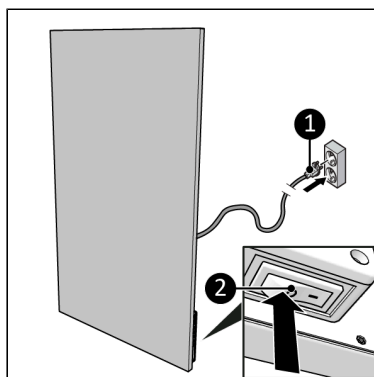

Figure 117.
2. Säkerställ att PÅ/AV-knappen befinner sig i Avstängt läge (Figure 117, pos. 2).
3. Sätt i elkontakten (Figure 117, pos. 1) i ett jordat eluttag som är lättåtkomligt. Använd ett jordat eluttag med en minsta effekt på 1 000 W.